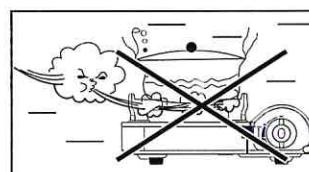

Рис. 11
- Плита может работать на открытом воздухе при температуре от 5 до 45 °C при скорости ветра не более 5 м/с (Рис. 11).